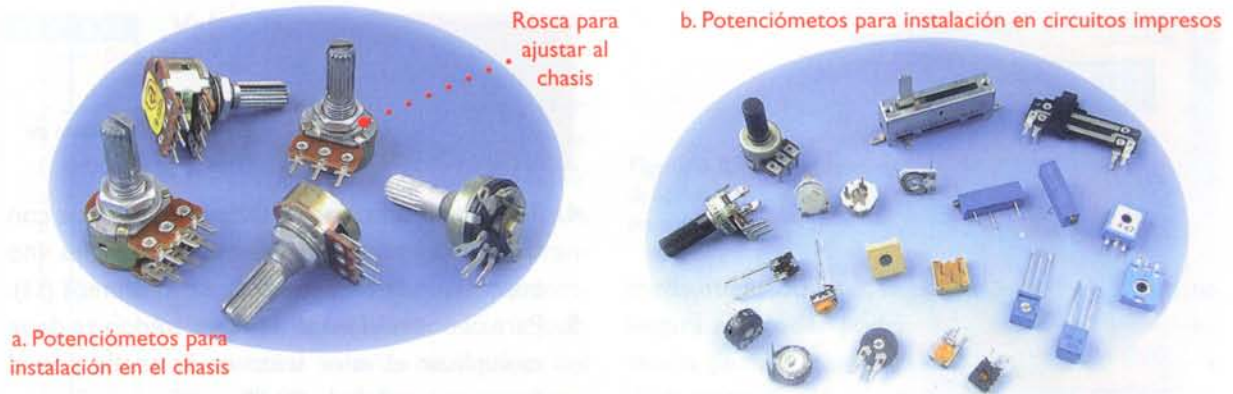

Figura 6.13. Potenciómetros para instalación en el chasis y en los circuitos impresos
- De acuerdo a la forma de instalación, pueden ser: para *chasis* o para circuito impreso. **Figura 6.13.** En los potenciómetros para *chasis*, sus ejes sobresalen hacia el exterior y poseen un mecanismo para facilitar su manipulación; por lo general la carcasa es roscada lo que permite sujetarlos al equipo con la ayuda de una tuerca. Son más robustos que los de circuito impreso ya que deben ser manipulados un gran número de veces, por lo que además deben ser muy resistentes al desgaste mecánico.